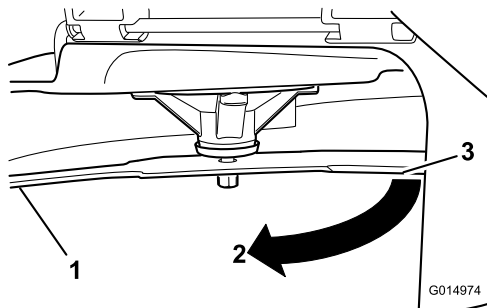

**Figura 63**
5. Măsurai de la vârful lamei până la suprafața plană (Figura 63).